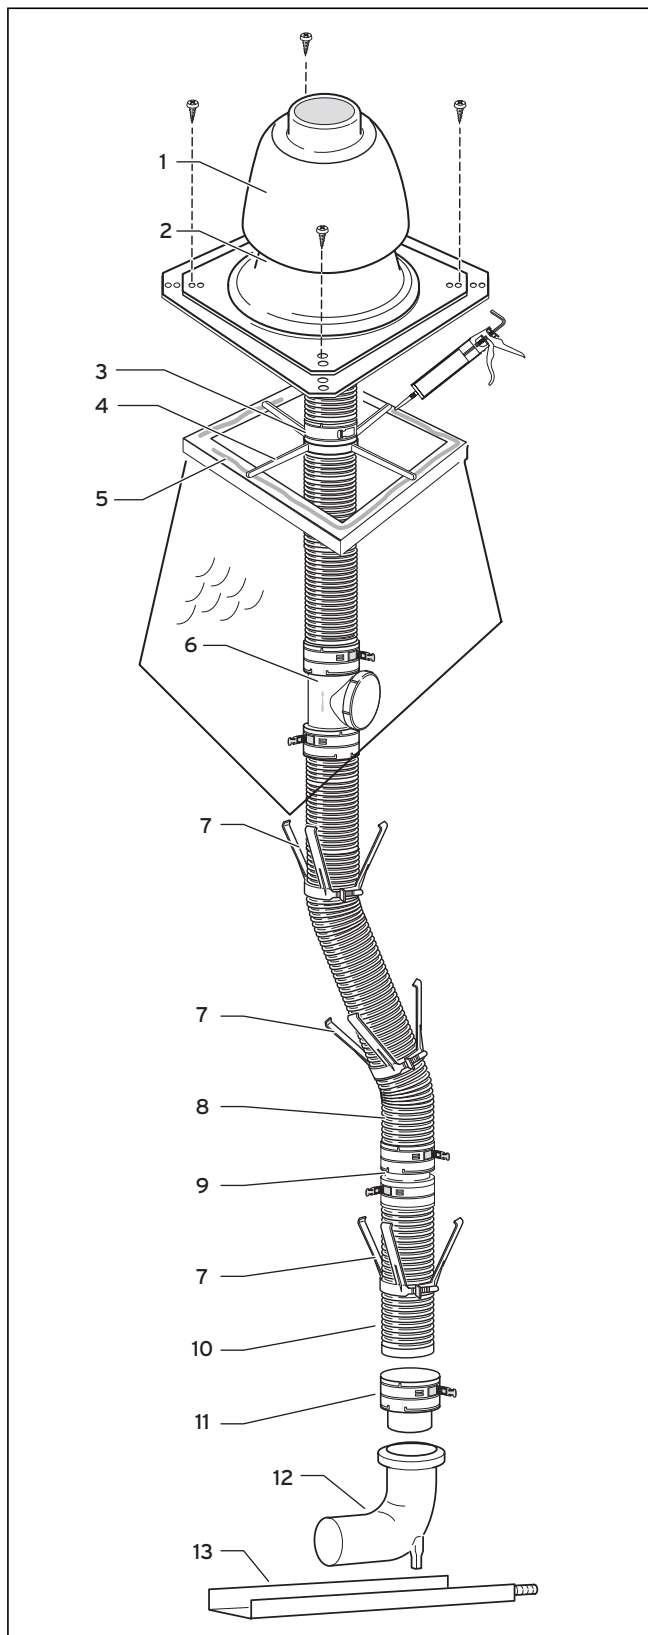

Рис. 5.38 Системная конструкция гибкого дымохода
- Надвиньте нижний конец выпускного газопровода (10) до упора во вставной элемент (11) и закрепите его защелкивающимися запорами.
- Монтируйте распорки (7, см. рис. 5.38) на расстоянии максимум 2 м на выпускном газопроводе.
- Передвиньте монтажную крестовину (4) через дымоход (8) на стенку шахты, см. рис. 5.38.
- Передвиньте Присоединительное кольцо (3) через дымоход (8) и зафиксируйте его защелкивающимися запорами над монтажным крестом (4). дымоход висит в монтажном кресте.
- Загерметизируйте край устья (5) силиконом.
- Закрепите основание насадки на шахту (2, рис. 5.38) четырьмя винтами на краю устья.